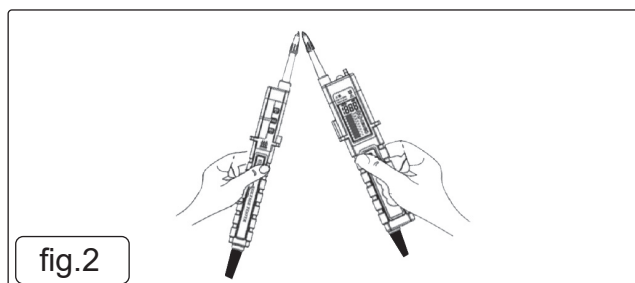

fig.2
- 4.1.1. Tryk først på knappen "ON/OFF" på hovedproben og derefter på den anden probe, og kortslut de to metalprober (fig.2). Udstyret tændes automatisk, og det starter en selvdiagnostisk test.